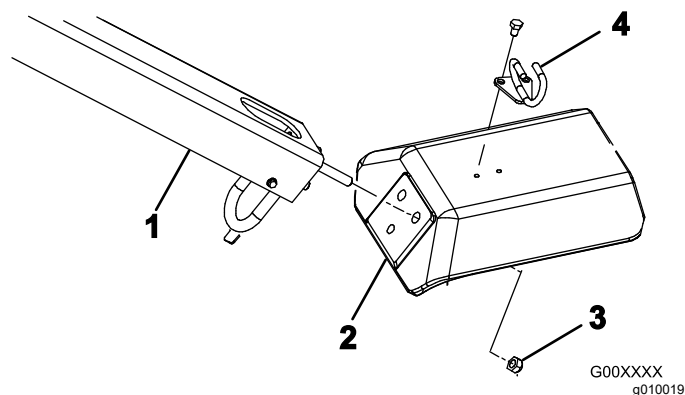

Figure 4
2. Insérez les goujons de fixation du timon dans les trous de la fourche (Figure 4).
3. Fixez les goujons sur la fourche (Figure 4) à l'aide de 3 contre-écrous (½ po).
5. Fixez le guide-câble au sommet de la fourche (Figure 4) à l'aide de 2 boulons (5/16 x ½ po).